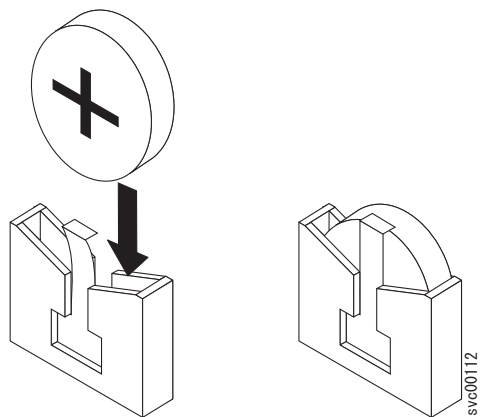

図 147. CMOS バッテリー・ソケット
- c. 図 147 に示すように、バッテリーが所定の位置に収まるまで下方にスライドさせます。